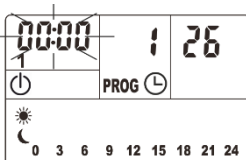

Fig.4
5. Pulse brevemente el botón . La pantalla mostrará la primera hora **00:00** parpadeando (Fig.4).